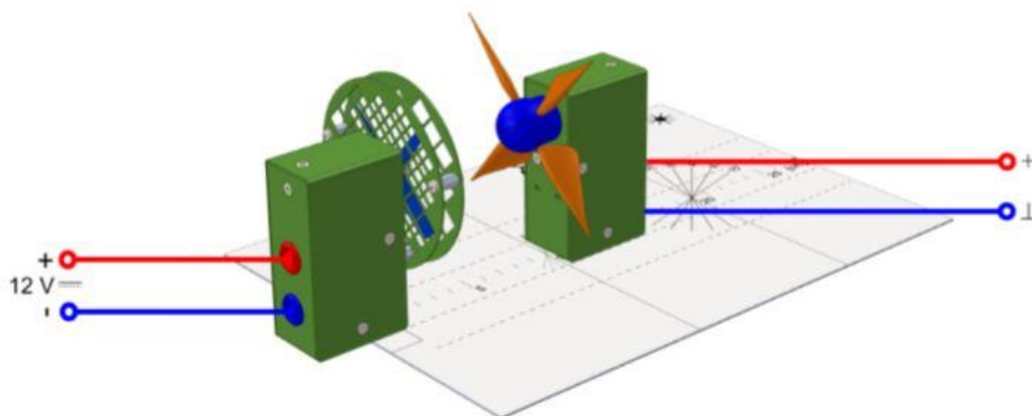

Abbildung 2.3.1 Aufbau des Windrades [1]
**Durchführung:** Zuerst soll der Versuch mit Abb. 2.3.1 verglichen werden. Der Abstand zwischen Windmaschine und -rad beträgt 5 cm und die Windmaschine wird an das Netzteil mit Gleichspannung angeschlossen. Am Messgerät wird der maximale Messbereich eingestellt. Nun soll die Spannung  $U_M$  an der Windmaschine variiert werden und die Leerlaufspannung  $U$  am rotierenden Windrad abgegriffen werden (beides notieren, 10 Messwertpaare). Bei der nachfolgenden zweiten Messreihe wird eine fixe Windmaschinenspannung von  $U_M = 10\text{ V}$  gewählt und der Abstand zwischen Windmaschine und -rad variiert. Für jeden Abstandswert  $d$  soll die gemessene Leerlaufspannung am Windrad gemessen werden (10 Messwerte).